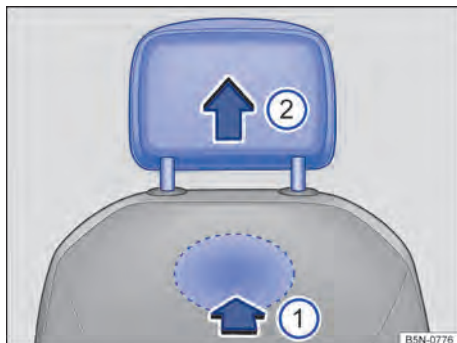

Fig. 100 Remover o apoio para cabeça dianteiro.
- Para destravar, tatear na cavidade parte de trás, na área marcada, e pressionar para dentro no sentido da seta → Fig. 100 ①.
- Retirar o apoio para cabeça ② no sentido da seta.